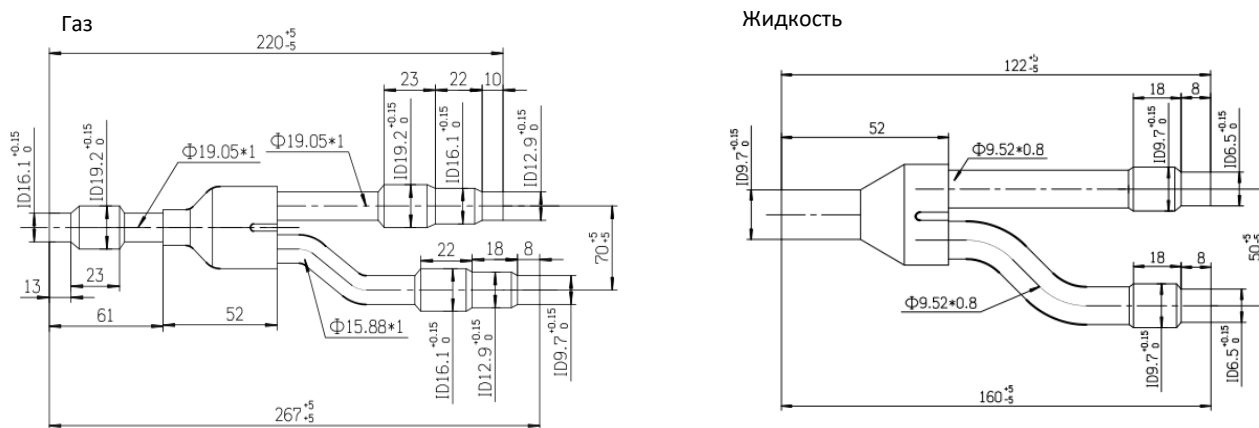

Рис.1.5
- В комплект BQ-101Y (AFG-00B) входят рефенты для газовой и жидкостной трубы (рис. 1.5)